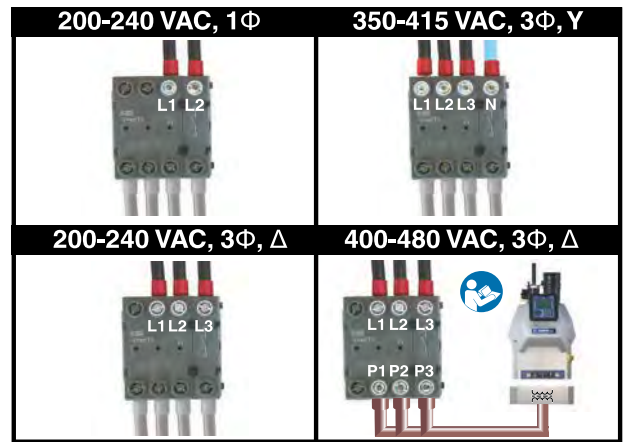

图 14
7. 连接电源线，如图 14。不是所有的型号都用到 4 根电线。